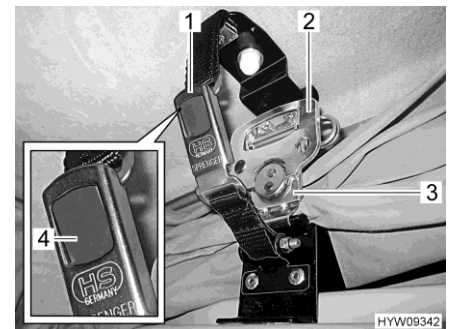

Fig. 63 Bloqueo
- Tirar hacia abajo del cierre rápido (Fig. 63,3) y engancharlo en la placa de retención en ambos lados.
- De cada lado, plegar el asidero (Fig. 63,2) del cierre rápido hacia fuera y girarlo media vuelta en sentido de las agujas del reloj.
- De cada lado, encajar las dos partes del cierre de hebilla (Fig. 63,1). El pulsador gris (Fig. 63,4) engatillará.